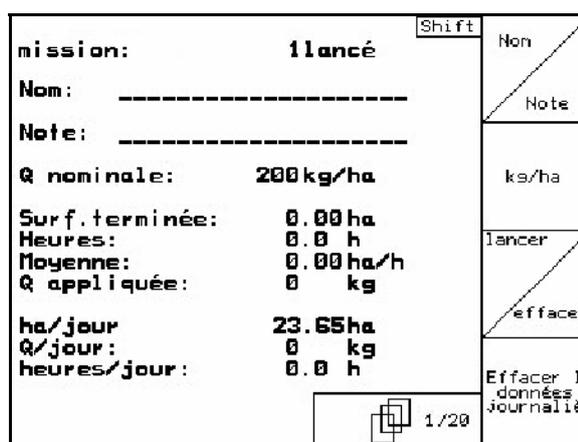

Fig. 31
11. Quittez le menu principal pour accéder au menu Mission (Fig. 31).
12. Supprimez les données journalières de la mission commencée (Fig. 31).